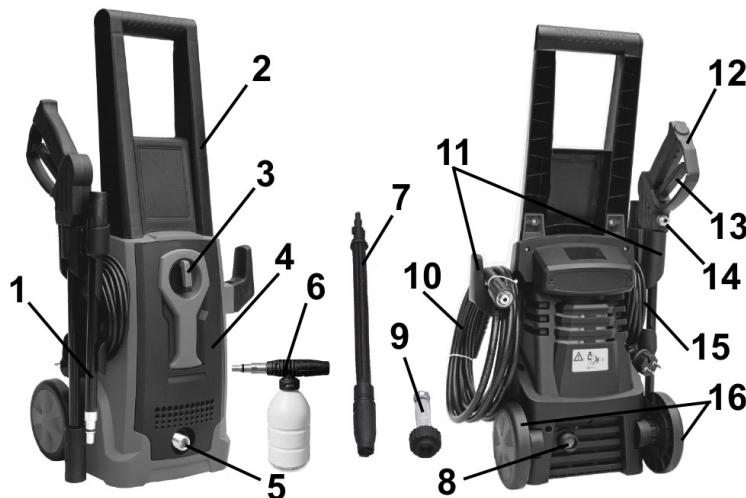
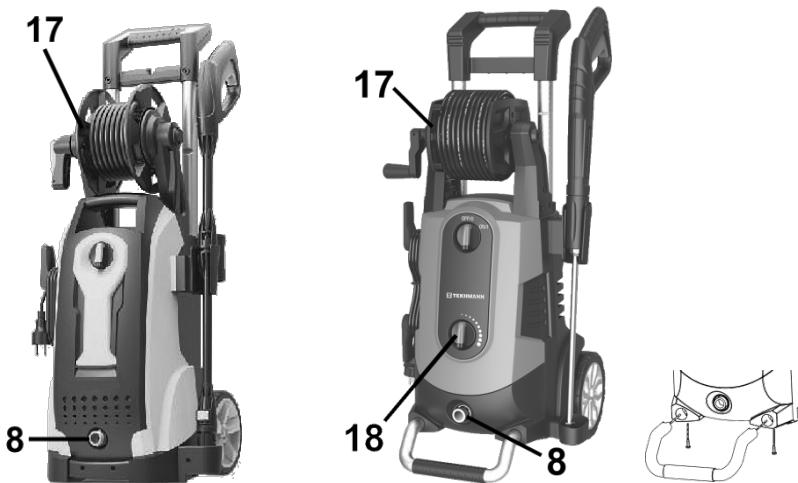

Рисунок 1
Рисунок 2
2.3.2 Увімкнення та вимкнення виробу здійснюється поворотом вимикача 3 (рисунок 1). Для увімкнення виробу вимикач необхідно повернути в напрямку руху годинникової стрілки у положення "УВІМК" («ON», «I»), а для вимкнення - проти годинникової стрілки у положення "ВІМК" («OFF», «0»).
2.3.3 Виріб має функцію «автостоп», що відключає електродвигун мийки при відпусканні курка 13 (рисунок 1) на пістолеті (припинення подачі струменя), збільшуючи ресурс безвідмовної роботи виробу.
2.3.4 Мийка оснащена струминною насадкою **1** (рисунок 1), що дозволяє отримувати різні види струменя води (від щільного до віялоподібного) за допомогою обертання накінечника насадки за годинниковою або проти годинникової стрілки.
2.3.5 Вода подається (або відбувається її забір з ємкості) через шланг подачі води на вхідний штуцер насоса (помпи) **8** (рисунок 1). Трьохпоршневий аксіальний насос (помпа) з функцією самовсмоктування води з ємкості, що приводиться в рух двигуном виробу, створює натиск відповідного значення для кожної моделі. Через шланг високого тиску **10** (рисунок 1), підключенного до вихідного штуцера насоса **5** (рисунок 1, моделі **PWB-1455** і **PWB-1655 turbo**), вода під високим тиском подається у пістолет із встановленою на ньому насадкою для обраного типу виконуваної операції.
3.4.3 Встановіть на мийку рукоятку **2** (рисунок 1, модель **PWB-1655 turbo**) і зафіксуйте її гвинтами. Для моделей **PWA-2158 turbo** і **PWA-2165 QT** рукоятка з намотаним на барабан шлангом високого тиску вже встановлені на корпусі. Встановіть виносну опорну ніжку для моделі **PWA-2165 QT** двома гвинтами (рисунок 2).
3.4.4 Закріпіть на мийці кронштейни для електродроту, пістолета з насадкою і шланга 11 (рисунок 1).
3.4.5 За допомогою різьбової муфти підключіть відповідний кінець шлангу високого тиску 10 (рисунок 1) до вихідного штуцера насоса (помпи) мийки 5 (рисунок 1, моделі PWB-1455 і PWB-1655 turbo). Для моделей PWA-2158 turbo і PWA-2165 QT шланг високого тиску вже під'єднаний.
- струминну насадку з розглилювачем струменя 1 (рисунок 1);
- насадку «грязьова турбо-фреза» 7 (рисунок 1);
- пінну насадку 6 (рисунок 1).
3.4.7 Накрутіть на вхідний штуцер насоса (помпи) 8 (рисунки 1 і 2) фільтр тонкого очищення 9 (рисунок 1).
4.2.3 Зніміть пістолет із запобіжника, натисніть на курок 13 (рисунок 1) і випустіть із системи повітря. Зачекайте, поки з форсунки насадки не потече вода.
4.2.4 Утримуючи курок пістолета в натиснутому положенні, увімкніть двигун вимикачем **3** (рисунок 1). У перші секунди роботи насоса можлива подача води «ривками» - це видаляються залишки повітря.
4.2.5 При відпусканні курка пістолета **13** (рисунок 1) динамічний тиск автоматично вимикає двигун мийки. При натисканні на курок відбувається падіння тиску, яке автоматично вимикає двигун мийки, і тиск струменя з певною затримкою знову відновлюється.
- вимкніть мийку перемикачем **3** (рисунок 1), повернувши рукоятку у положення "ВИМК" («OFF», «0»);
4.3.2 Зніміть пістолет із запобіжника, натисніть на курок **13** (рисунок 1).
4.3.3 Утримуючи курок пістолета в натиснутому положенні, ввімкніть двигун перемикачем **3** (рисунок 1). У перші секунди роботи насоса можлива подача води «ривками» - видаляються залишки повітря.
4.3.4 При відпусканні курка пістолета **13** (рисунок 1) динамічний тиск автоматично вимикає двигун мийки. При натисканні на курок відбувається падіння тиску, яке автоматично включає двигун мийки, і тиск струменя з певною затримкою знову відновлюється.